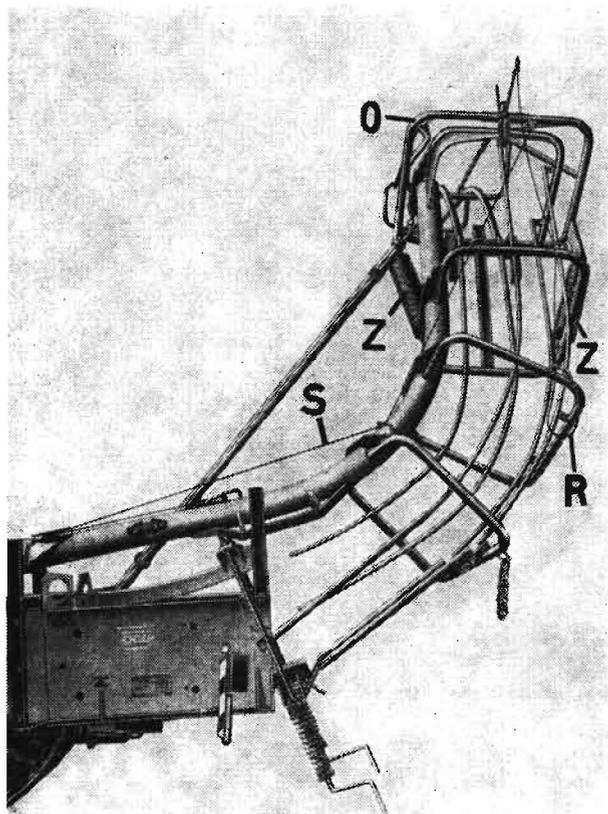

Bild 9
Das Schurrenoberteil (O) wird in die Haltehaken des Schurrenunterteils eingehängt und mit einem Hebezeug in Arbeitsstellung gebracht. Dann sind das Halteseil (S) mit einem Bolzen 10h11 x 45 x 40 mit Splint 3,2 x 16 und die Zugfedern (Z) B 10 x 110 x 40 Aa an das Schurrenoberteil zu befestigen (Bild 9).
Das Halteseil wird durch die am Schurrenunterteil angebrachten Schlaufen gezogen, um eine Halterung gelegt und mit einem Karabinerhaken befestigt. Dabei ist darauf zu achten, daß das Halteseil nur so straff befestigt wird, daß ein seitliches Ausschwenken des Schurrenoberteils noch möglich ist (Bild 9).